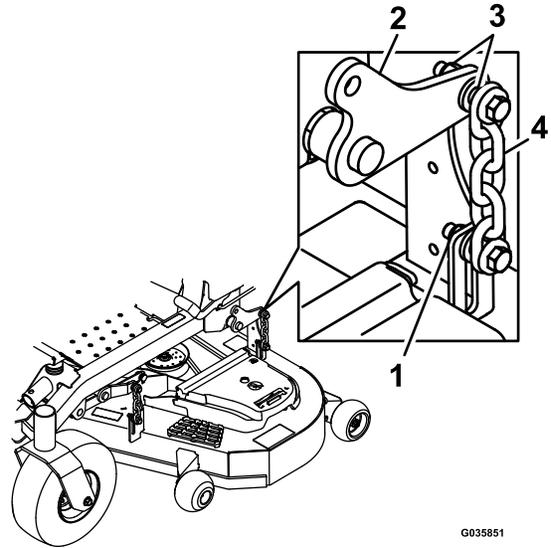

図 86
13. 4 隅にあるロックナット 図 86) 前部をゆるめ、刈り込みデッキが4つのブロックにぐらつかずに乗っていることを確認する。